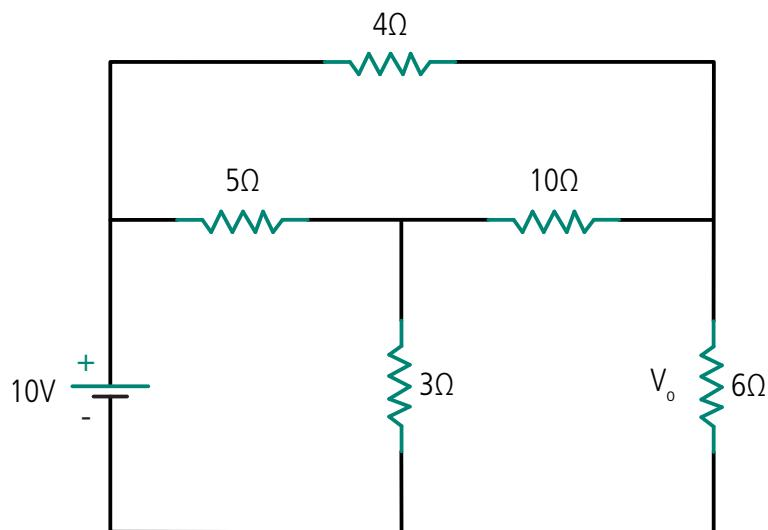

Figura 8.9: Resistência equivalente e V_o
7. Calcule a resistência equivalente R_T e a tensão de saída V_o de uma rede construída em forma de T, observe a Figura 8.9.